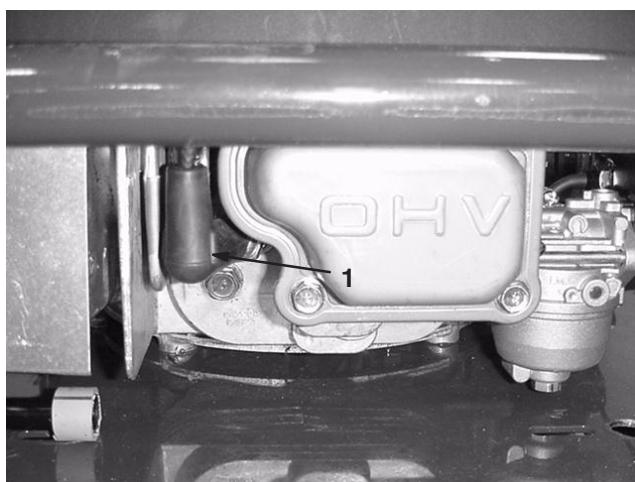

Bild 36
2. Ziehen Sie den Zündkerzenstecker ab (Bild 36).